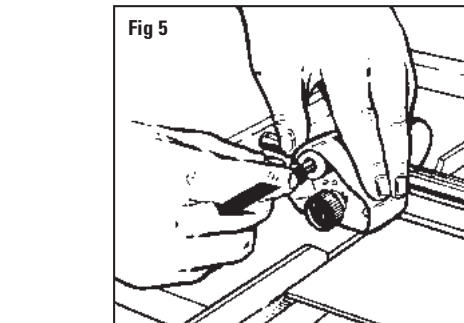

Fig 5
5. IMPORTANTE Después de terminar el corte asegúrese de sacar el pasador de seguro para permitir al sujetador de la cuchilla que regrese a la posición neutral. Fig. 5
5. IMPORTANTE: al termine del taglio, accertarsi di estrarre il perno di bloccaggio per consentire al portalamina di tornare alla posizione neutrale. Fig. 5
En exerçant une pression vers le bas, tirez la tête de découpe vers vous jusqu'à ce que le bord du métal près du point rouge de la plaque repère soit exactement sur la ligne inférieure tracée. Fig. 5
Ziehen Sie den Schneidkopf unter Ausübung von Druck soweit auf sich zu, bis die Metallkante des Anzeigepfändchens, die sich oberhalb des roten Punktes befindet, genau mit der unteren Bleistiftlinie übereinstimmt. Abb. 5